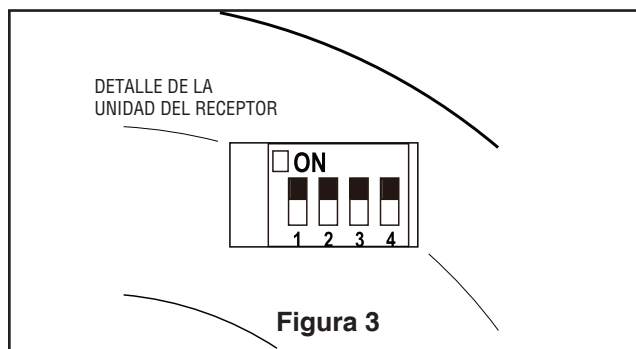

Figura 3
- ☐ 2. Para configurar el código de unidad del receptor. Deslice los interruptores de código a las mismas posiciones que en el transmisor (Figura 3).